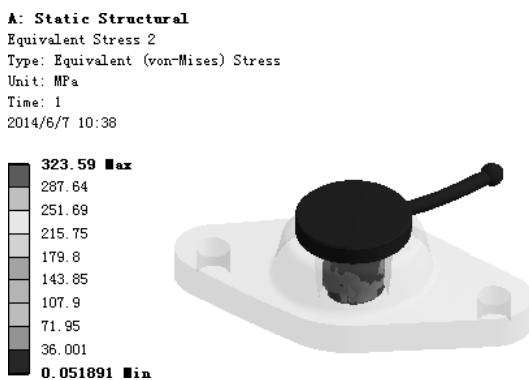

图 7.6.47 应力结果图解 (handle)
(4) 查看 handle 应力结果图解。在“Outline”窗口中选中 Equivalent Stress 2，查看图 7.6.47 所示的零件 handle 的应力结果，其最小应力为 0.051891 MPa，最大应力为 323.59 MPa。
(5) 查看 base-down 应力结果图解。在“Outline”窗口中选中 Equivalent Stress 3，查看